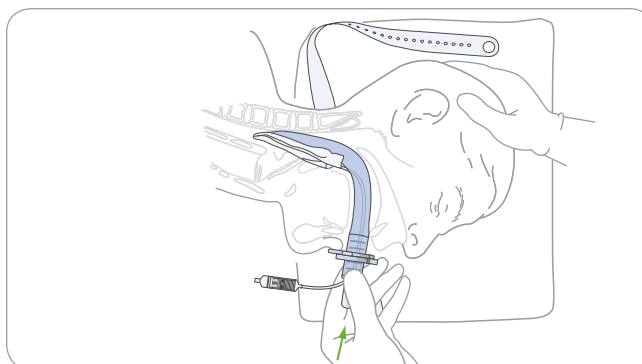

Figura 12. Înaintați dispozitivul în hipofaringe până când se simte rezistență
11. Atunci când capătul distal al dispozitivului ajunge la sfincterul esofagian superior, ar trebui să fie resimțită o ușoară rezistență. Dispozitivul este acum complet introdus, așa cum este ilustrat în **Figura 12**.